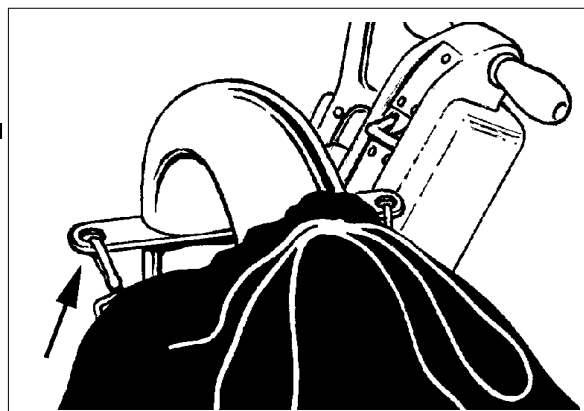

Figura 9
3. Sujete la bolsa de polvo al codo. (Consulte la figura 9). Cruce las tiras de la bolsa de polvo y ajústelas sobre el ensancho del codo. Envuelva la tira alrededor del codo y asegure.